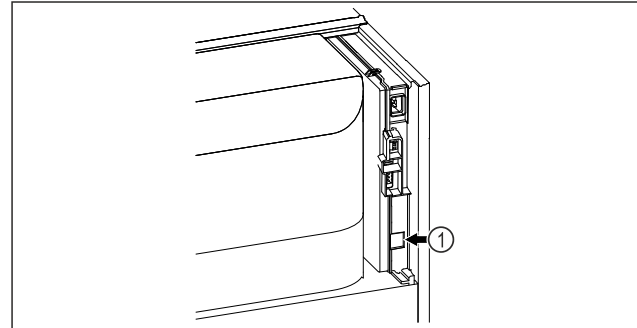

Fig. 99
- SmartModule Fig. 99 (1) er satt inn.